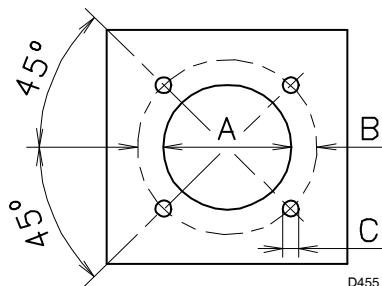

Fig. 6
5.3 Plaque chaudière (Fig. 6)
Perçer la plaque de fermeture de la chambre de combustion (Fig. 6) La position des trous filetés peut être tracée en utilisant l'écran thermique du brûleur.